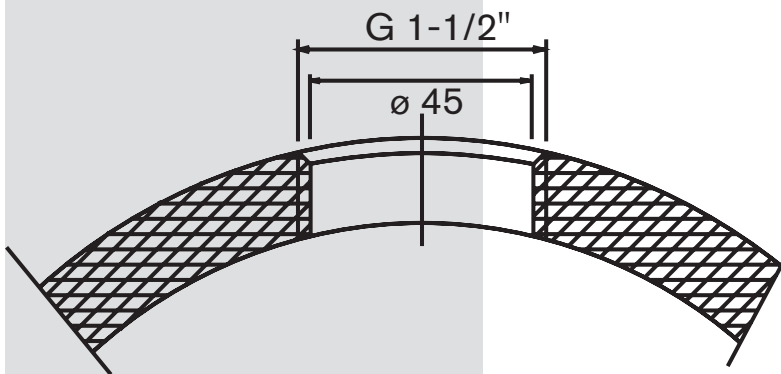

Fig. 1
- Apriete una rosca hembra G 1 1/2" (véase la Fig. 1).